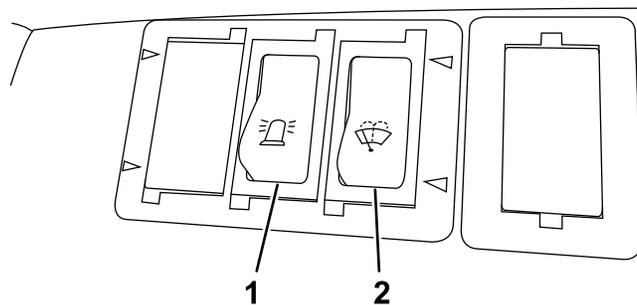

Figure 6
La commande d'essuie-glace/lave-glace (Figure 6) est montée sur le côté gauche dans la garniture du pavillon.
Appuyez sur le bas de l'interrupteur du gyrophare (Figure 6) pour allumer celui-ci. Appuyez sur le haut de l'interrupteur pour éteindre le gyrophare.
1. Appuyez sur le bas de la commande pour démarrer l'essuie-glace (Figure 6).